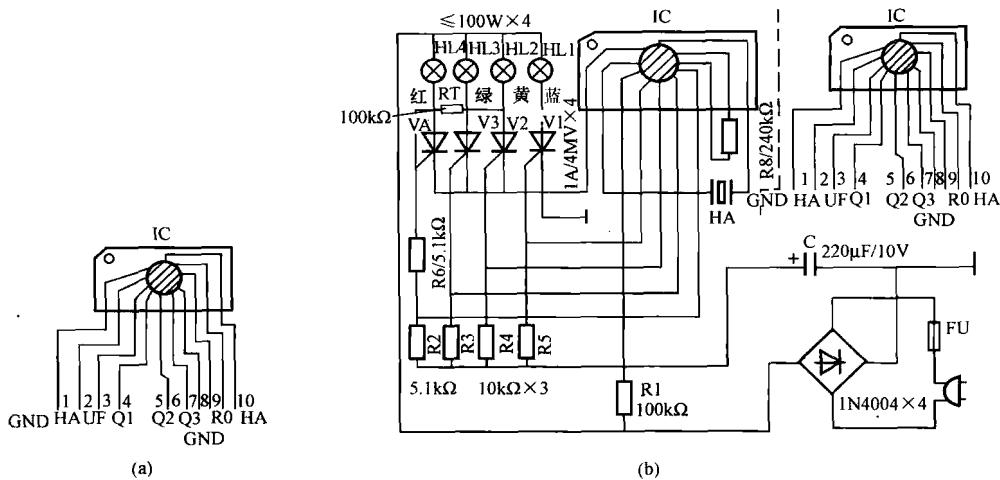

图 1-2 音乐彩灯控制电路（二）
曲，又可触发晶闸管，驱动彩色灯泡，电路如图 1-2 所示。
电路工作原理：图 1-2 (a) 为此音乐 IC 的外形及引出脚功能。 U_+ 范围在 1.5~5V，典型工作电压为 +3V，工作电流不大于 $700\mu\text{A}$ ，控制特性为内部场效应管漏极开路输出，灌电流典型值为 0.3mA 。电路的时钟由外接 $200\sim300\text{k}\Omega$ 电阻取得，当电阻为 $240\text{k}\Omega$ 时，乐曲循环时间约 90s。
图 1-2 (b) 为彩灯控制的电路图。220V 市电经整流由 R1 与 R2 分压向 IC 的③脚提供约 +3.5V 的工作电压。电路中 R2、R4 与 R5 既是晶闸管的触发限流电阻，也是音乐 IC 控制端的下拉电阻。增加第 4 路彩灯的方法，基于反相位互控原理，由于 VD4 触发取自 VD2 阳极，当 VD2 关断时 VD4 便导通，VD2 导通 VD4 便关断。